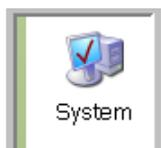

ABB. 123
2. Doppelklicken Sie auf das System-Symbol (ABB. 123).